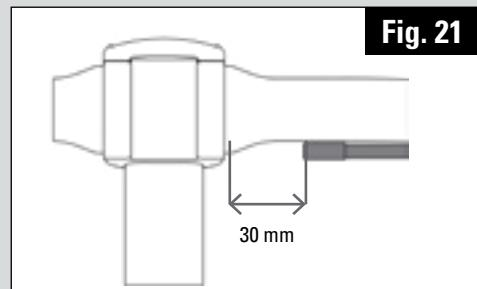

Fig. 21
4.1 / Lungo il manubrio, posiziona una guaina, poi la leva del freno, raglia a 30 mm dall'attacco e posiziona un'estremità della guaina (Fig. 21).